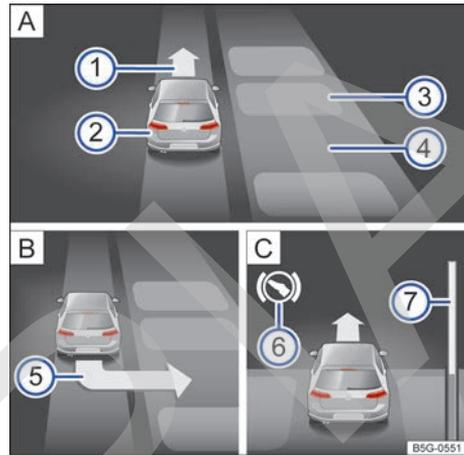

Fig. 129 En la pantalla del cuadro de instrumentos: aparcar en batería. **[A]** Buscar un hueco de aparcamiento. **[B]** Posición para aparcar. **[C]** Maniobrar.
- Aparque cuando en la pantalla del cuadro de instrumentos aparezca la indicación de aparcar → **fig. 129** **(5)** → **pág. 182**.
Leyenda de la **fig. 129** (modo de aparcamiento en batería marcha atrás):
- Frene cuando suene una señal acústica indicando cambiar de dirección, se ilumine la flecha → fig. 129 ① [A], se encienda el símbolo blanco (S) o se muestre un mensaje.